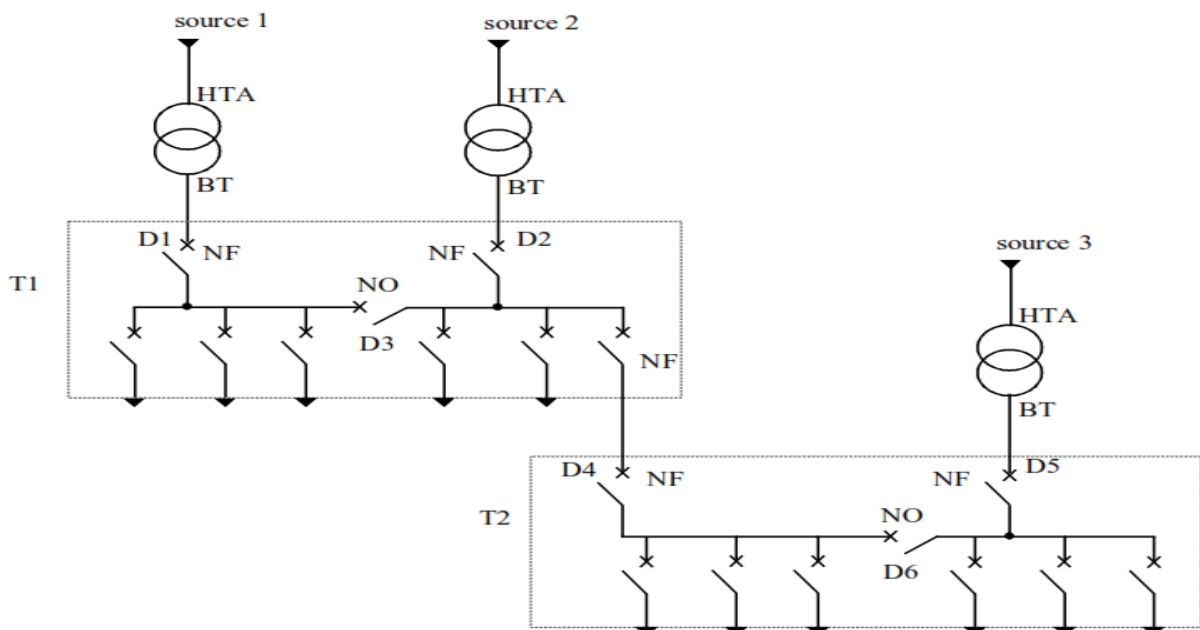

Figure 8 : alimentation des tableaux BT par une double alimentation avec couplage
■ l'alimentation des tableaux BT par une double alimentation avec couplage (voir fig. 8)